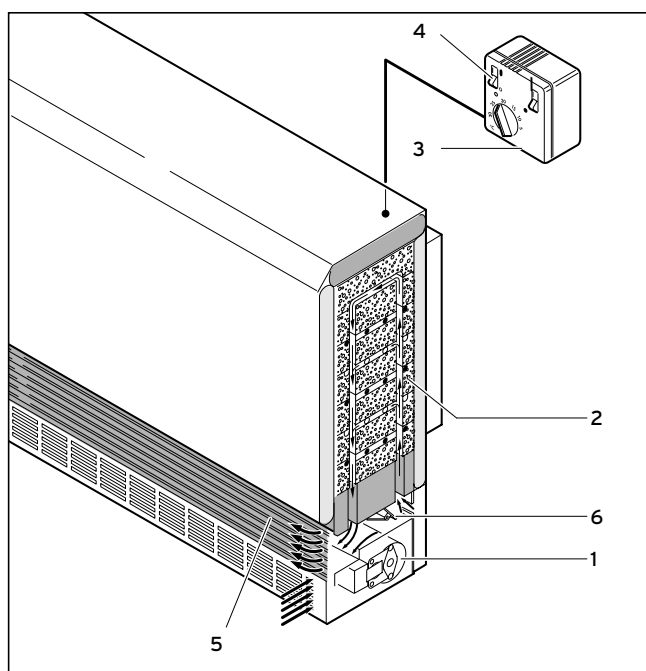

Abb. 3.2 Entladeregulation über wandmontierten Raumtemperaturregler
Die Entladung erfolgt automatisch. (Abb. 3.2: Regelung über wandmontierter Raumtemperaturregler;
Bei Unterschreiten der von Ihnen am Raumtemperaturregler (3) (Abb. 3.2/3.3) eingestellten Solltemperatur läuft der Lüfter (1) an und fördert Raumluft durch die Luftkanäle des Speicherkerns (2). Der dabei erwärmten Luft wird anschließend über die Luftmischklappe (6) so viel kühle Raumluft zugemischt, dass der eingestellte Solltemperaturwert nicht überschritten wird (die Stellung der Luftmischklappe wird automatisch mittels eines Bimetallreglers gesteuert). Die erwärmte Luft wird über das Luftaustrittsgitter (5), zu einem geringen Teil auch über die Geräteoberfläche, an den Raum abgegeben. Der Raumtemperaturregler regelt die Entladung automatisch so, dass die gewünschte Raumtemperatur konstant gehalten wird.